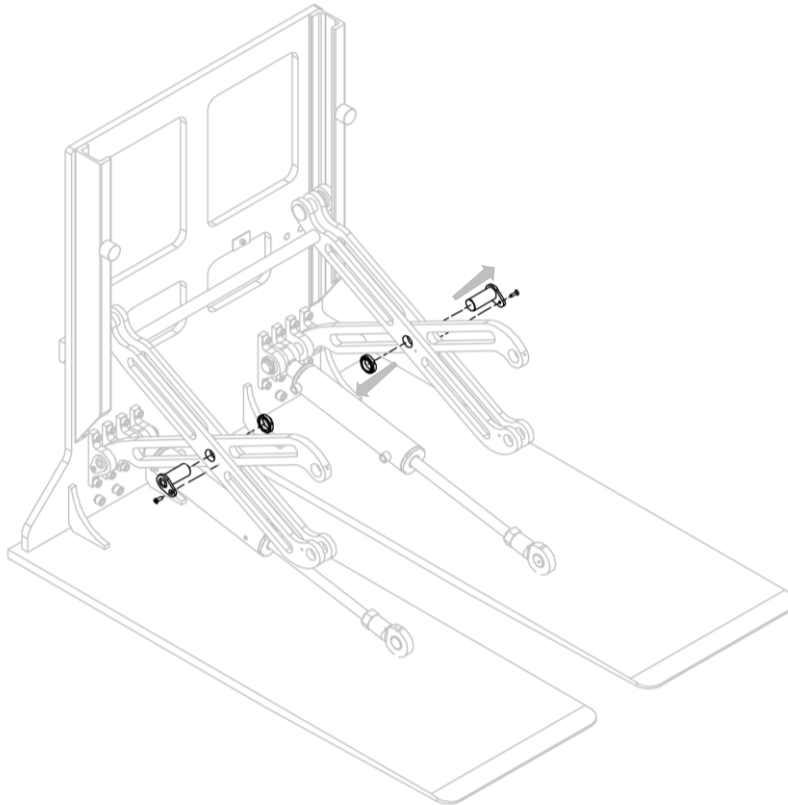
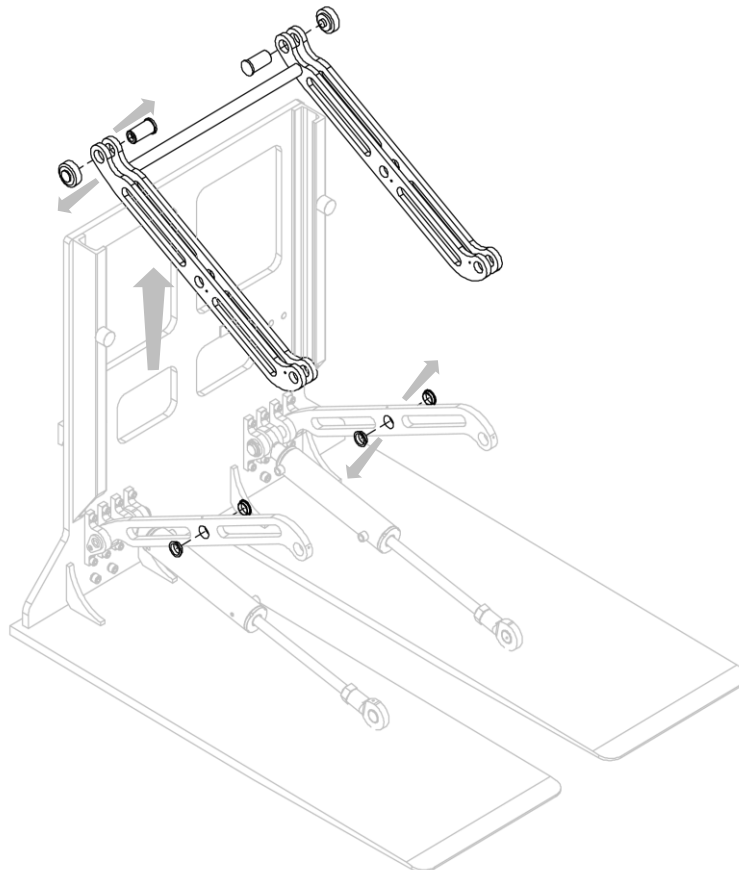

Figura 24
Figura 25
7. Rimuovere la coppia di bracci (con i relativi cuscinetti) dall'attrezzatura, dopo aver rimosso i perni che li bloccano (vedi *Figura 24* e *Figura 25*).